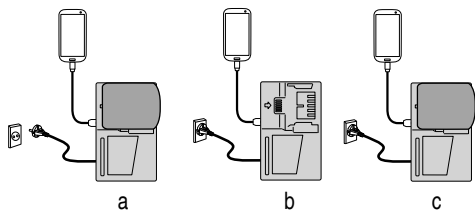

Fig. 12
- Carga de un dispositivo USB mediante batería (Fig. 12-a)
- Cargar un dispositivo USB desde una toma de corriente eléctrica (Fig. 12-b)
- Cargar un dispositivo USB y su batería desde una toma de corriente eléctrica (Fig. 12-c)